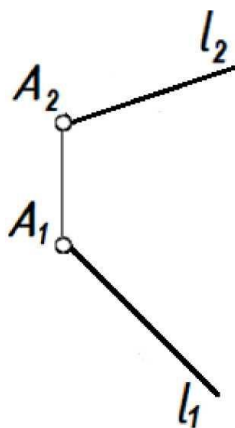

Рисунок 12 – Комплексный чертеж прямой
**Задание 15.** Отложить на прямой  $l$  от точки  $A$  отрезок  $AB$ , равный 60 мм (рисунок 12).